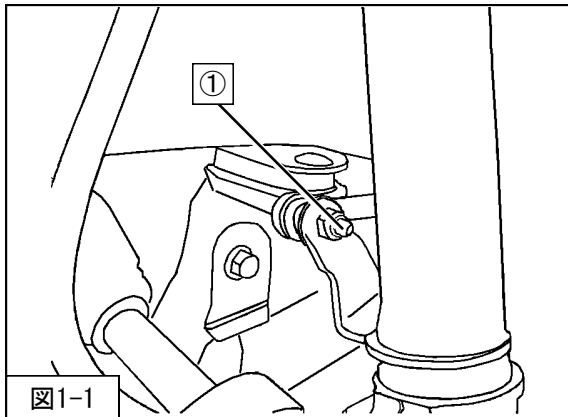

図1-1
2. AFS装着車は、左側フロントサスペンションASSYの①AFSセンサ取付ナットを取外してください。(図1-1)